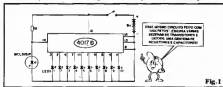

Fig. 1
- FIG. 1 - DIAGRAMA ESQUEMÁTICO DO CIRCUITO - Novamente (embora o Leitor "Aluno" ainda esteja meio "verde" na interpretação de "esquemas" com Integrados...) dá para se notar, logo "de cara", a extrema simplificação geral do arranjo, todo ele centrado num único representante (com o qual convivemos muito, e por muito tempo...) da grande "raça" dos DIGITAIS, pertencente à "família" dos CMOS (Complimentary Metal-Oxide Silicon). Na verdade, o Integrado 4017B faz, no circuito, praticamente tudo (com uma pequena ajuda de um mero "LED pisca", conforme veremos no final, no item "O CIRCUITO - COMO FUNCIONA"...). Notem que, "esquecendo" momentaneamente do próprio Integrado, e dos "assistentes" dos circuitos (os 11 LEDs, sendo 10 "comuns" e um "pisca"...), temos (passem...) apenas UM componente extra: o solitário resistor de 1K...! No mais, a alimentação, que devido à baixíssima demanda de Corrente pode, perfeitamente, ser suprida por uma simples bateria-